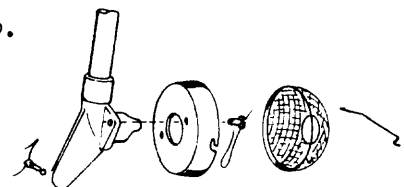

Fig. 2
- b Tire del colador desprendiéndolo del tubo (fig. 2).